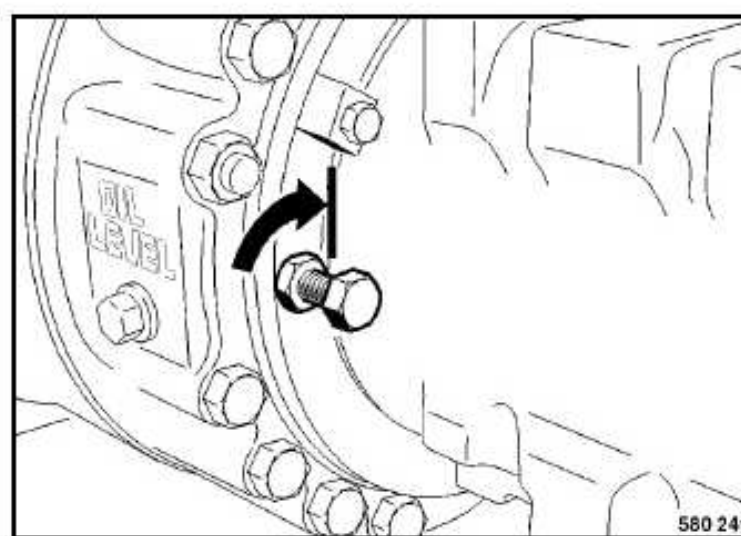

Fig. 67
- Volver a enroscar los tornillos para soltar el freno (Fig. 67) hasta entrar en contacto con el pistón del freno.